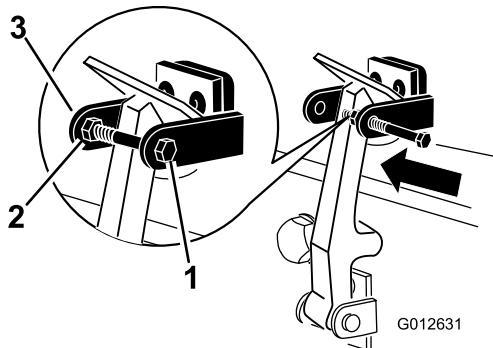

Figura 6
7. Avvitate il bullone nell'altro braccio della staffa del fermo del cofano per bloccare il fermo in posizione (Figura 6). Serrate il bullone ma non serrate il dado.